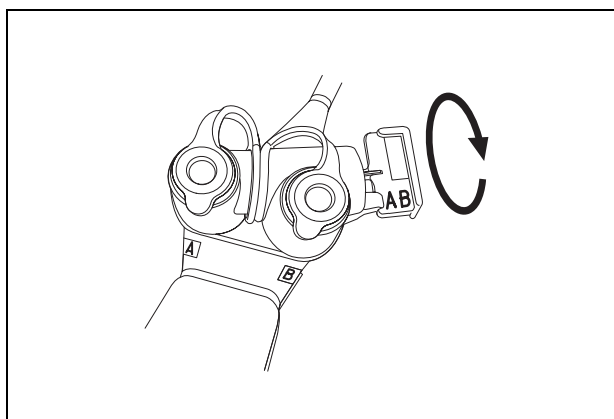

Рис. 3.21
7. Поверните рычаг переключения аспирации на клапане для биопсии так, чтобы метка «AB» находилась сверху (см. Рис. 3.21). Повторите действия с 3 по 6, чтобы обеспечить аспирацию по обоим инструментальным каналам. Убедитесь в том, что количество аспирированной воды в отсосном резервуаре больше, чем количество воды, аспирированное только по каналу А.